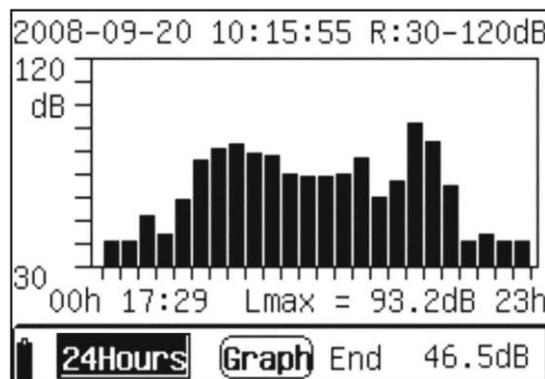

Fig. 18: Visualizzazione finale misura 24Hours
8. Al termine dei 24 intervalli la registrazione termina e il risultato è salvato **automaticamente** nella memoria dello strumento. Il messaggio “End” appare sulla parte bassa dello strumento (vedere Fig. 18). Ogni intervallo mantiene lo stesso nome della misura